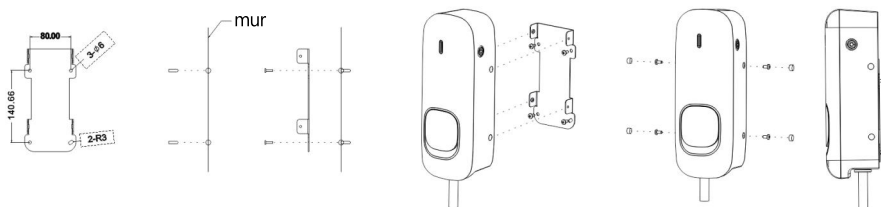

Fig 3 Schéma d'installation murale
4.1 Installation murale (Fig 3)